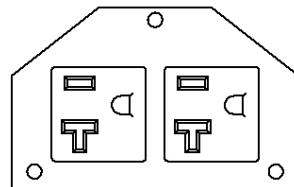
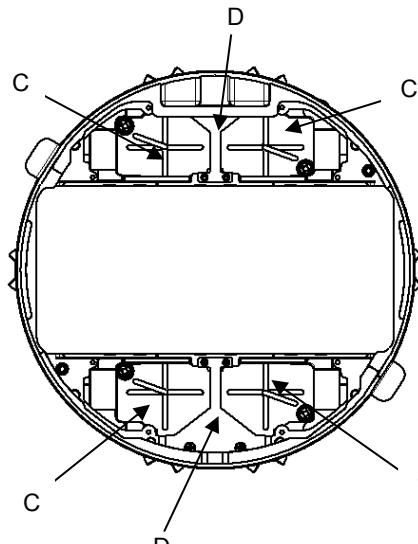
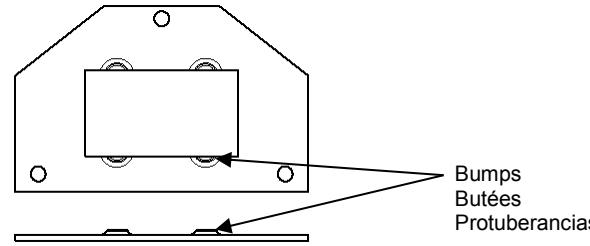
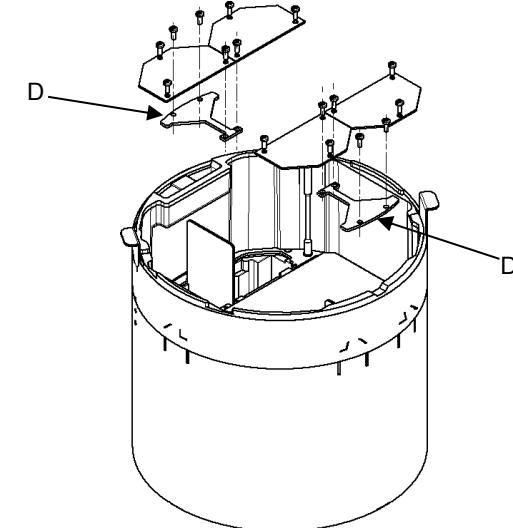

Fig. 10
Fig. 11
Fig. 12
Fig. 13
Install perimeter cover plates S1R10PSPxxx half size series in the areas (C) as shown in Fig. 11. One example of a perimeter cover plate is shown in Fig. 10 (prewired cover plate). Cover plates with bumps (Fig. 12) must be installed with bumps in the up position. To maintain fire classification, the perimeter device bracket S1R10PSPREPBRKT (D) (Fig. 13), purchased separately, must be used when using cover plates S1R10PSPxxx half size series.
Monter les plaques périphériques mi-format de la série S1R10PSPxxx dans les sections (C) de la Fig. 11. On trouvera un exemple de plaque périphérique à la Fig. 10 (plaques précablées). Les plaques avec butées (Fig. 12) doivent être installées les butées vers le haut. Pour maintenir la classification de tenue au feu, le support du dispositif périphérique S1R10PSPREPBRKT (D) (Fig. 13), acheté séparément, doit être utilisé avec les plaques mi-format de la série S1R10PSPxxx.
Instale las placas de cobertura perimetral de la serie S1R10PSPxxx de medio tamaño en las áreas (C) como se muestra en la Fig. 11. Un ejemplo de una placa de cubierta perimetral se muestra en la Fig. 10 (placa de cubierta precableada). Las placas de cubierta con protuberancias (Fig. 12) deben instalarse con las protuberancias hacia arriba. Para mantener la clasificación del fuego, el soporte del dispositivo perimetral S1R10PSPREPBRKT (D) (Fig. 13), comprado por separado, debe usarse cuando se utilizan placas de cubierta de la serie S1R10PSPxxx de medio tamaño.